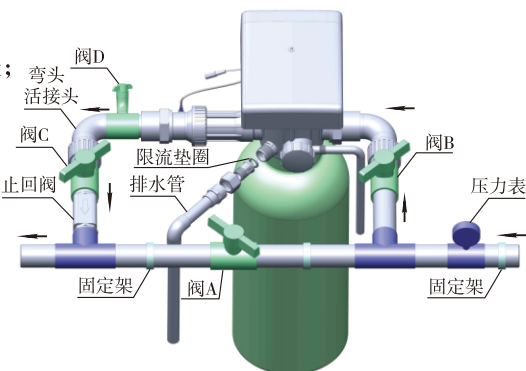

图1-3
- a.如图1-3所示，在进水端安装压力表；
将排水限流垫圈放入排水口，用活接螺母排水口连接，如图1-3所示。